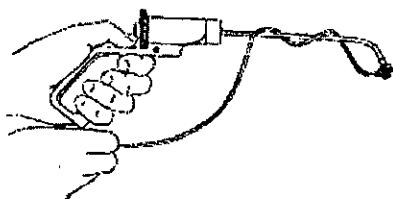

Figura 6
3. Mientras sujeta el tunelizador por mango con el eje en posición distal, enrolle, sin apretar, el cuerpo del cable dos vueltas alrededor del eje del tunelizador, en sentido de las agujas del reloj (Figura 6). Esto permite que el cuerpo del cable se desenrolle del eje del tunelizador al girar la hélice del cable en el miocardio.